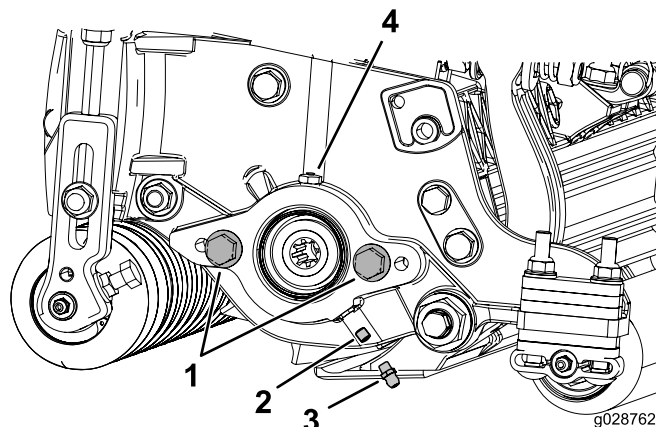

図 6
1. リールモータのサイドプレートの固定ねじを外す。ねじは廃棄する 図6。
2. グリスフィッティングストレートを取り付ける 図6。
3. リールモータのサイドプレートにキャップスクリューが付いていない場合は取り付ける 図6。
5. リールモータを取り付けてサイドプレートからグリスを注入する。グリスベントからグリスが漏れてくるまで入れること 図 6。